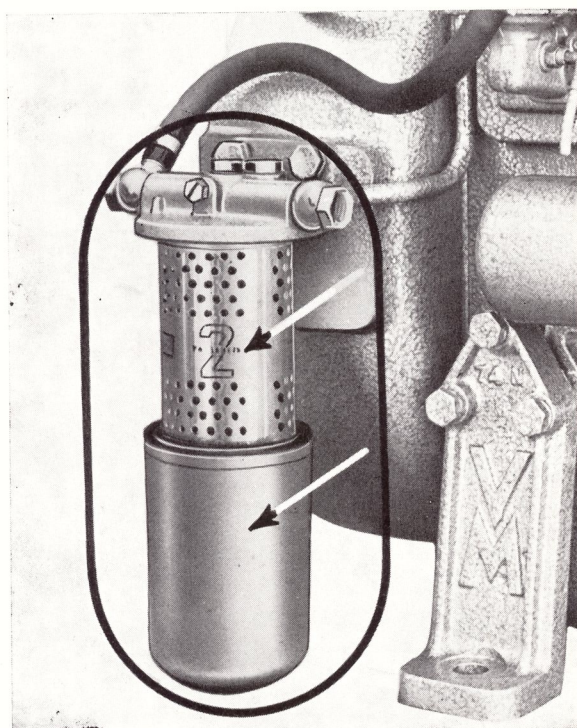

Fig. 8
4) **Pour le nettoyage du filtre à carburant on procède comme suit:** (Fig. 8)